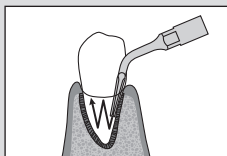

Fig. 3
- No solo mueva en las direcciones mesiodistales y bucolinguales sino arriba y abajo como si aplicase agua al ápice (ligera acción de bombeo). En ese momento preste atención hasta dónde llega la inyección de agua (Fig. 3).